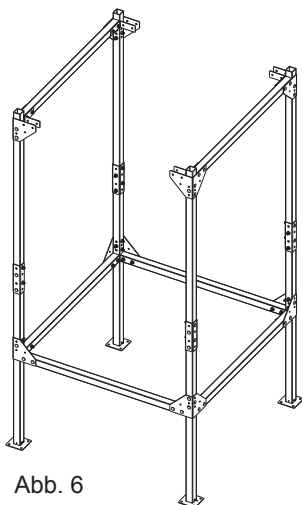

Abb. 6
**6** - Die beiden montierten Hälften der Stahlkonstruktion mithilfe der anderen vier Querrohre zusammenfügen. Die beiden Hälften müssen in vertikaler Position gehalten werden und zuerst mit den unteren beiden Querrohren verbunden werden, wie in Abb. 6 gezeigt, sukzessive mit den beiden oberen Querrohren und auch in diesem Fall mit den TTQ M 8 Schrauben. Für diesen letzteren Vorgang ist die Verwendung einer Leiter ratsam, um die nötige Höhe zu erreichen.